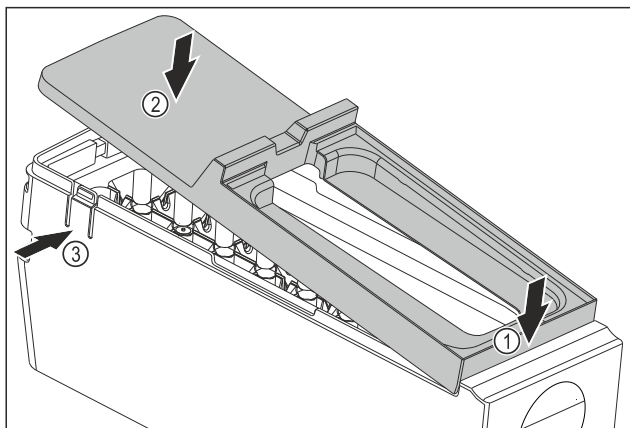

Fig. 99
- Монтаж на капака на корпуса на EasyTwist-Ice: Поставете капака отпред. Fig. 99 (1)
- Спуснете капака отзад. Fig. 99 (2)
- ▷ Капакът се фиксира с щракване в двете езичета Fig. 99 (3).